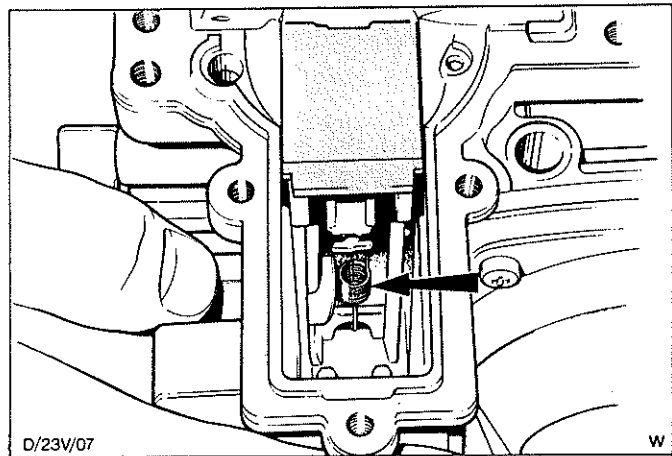

Abb.54 Feder, Düsennadel-Lufttrichterventil an Lufttrichterventil
4. Befestigungsschrauben (7) entfernen und Vergaserdeckel abnehmen.
6. Feder von Düsennadel-Lufttrichterventil aushängen, Abb.54.
9. Feder des Düsennadel-Lufttrichterventils einhängen, Abb.54.